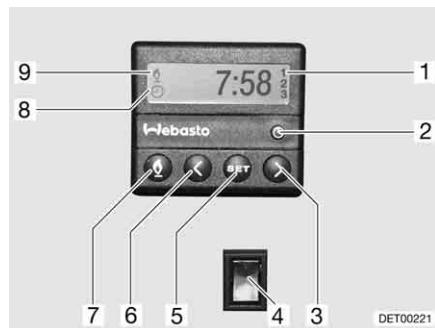

Fig. 87 Centralina di controllo per riscaldamento fisso
- Premere il tasto (Fig. 87,7). Il funzionamento del riscaldamento viene indicato con il simbolo (Fig. 87,9). La ventola viene inserita solo quando la temperatura dell'acqua di raffreddamento è pari a 30 °C.
- Premere il tasto (Fig. 87,7). Il simbolo (Fig. 87,9) si spegne.
- Premere l'interruttore (Fig. 87,4) in basso. Il motore viene preriscaldato. La ventola viene inserita immediatamente.
- Premere l'interruttore (Fig. 87,4) in alto. Il motore rimane freddo.
- Premere il tasto (Fig. 87,2). L'impostazione dell'ora viene indicata con il simbolo (Fig. 87,8).
- Impostare l'ora con i tasti (Fig. 87,3 e 6).
- Premere il tasto (Fig. 87,5).
- Impostare l'orario di accensione con i tasti (Fig. 87,3 e 6) entro 10 secondi.
- Premere il tasto (Fig. 87,5) fino a che nel display (Fig. 87,1) non appare il numero di programmazione desiderato.